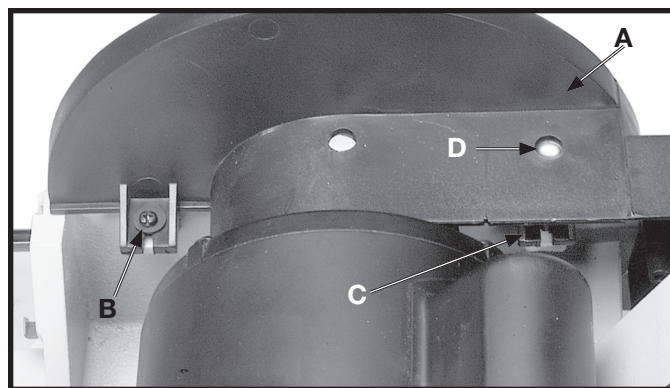

Fig. 5
2. Coloque el protector (A) Fig. 5 en su sitio sobre el marco de la unidad de disco y sosténgala en su sitio mediante el uso de los dos tornillos y arandelas (B) y (C). **AVISO:** El acceso al tornillo (C) se consigue mediante el agujero (D) en la parte superior del protector. No apriete los tornillos (B) y (C) completamente en este momento, ya que el protector debe ser ajustado al plato del disco de lijado.